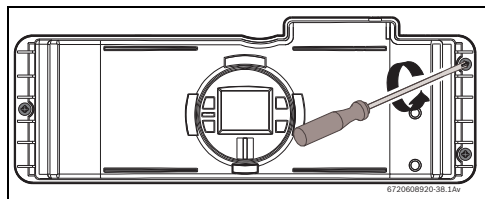
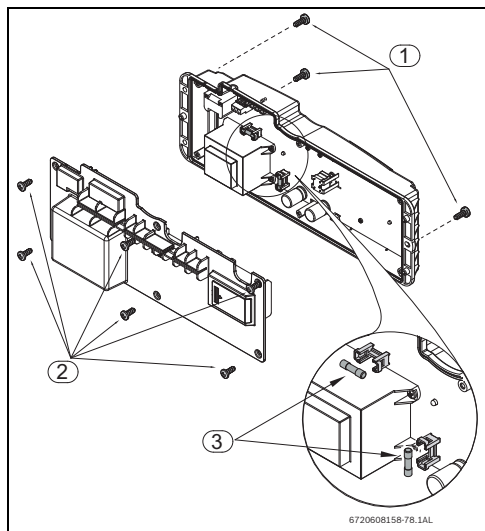

Рис. 56
Рис. 57 Положение предохранителей
- ▶ отпустите три винта на блоке управления (Рис. 56 , Рис. 57 , поз. 2).
- ▶ Отпустите шесть винтов на задней крышке блока управления, см. Рис. 57 , поз.2.
- ▶ Ослабьте три винта блока управления (Рис. 56) .